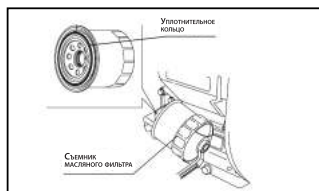

Рис. 22
- Вкрутите рукой новый фильтр до момента прижатия уплотнительного кольца (Рис. 22).